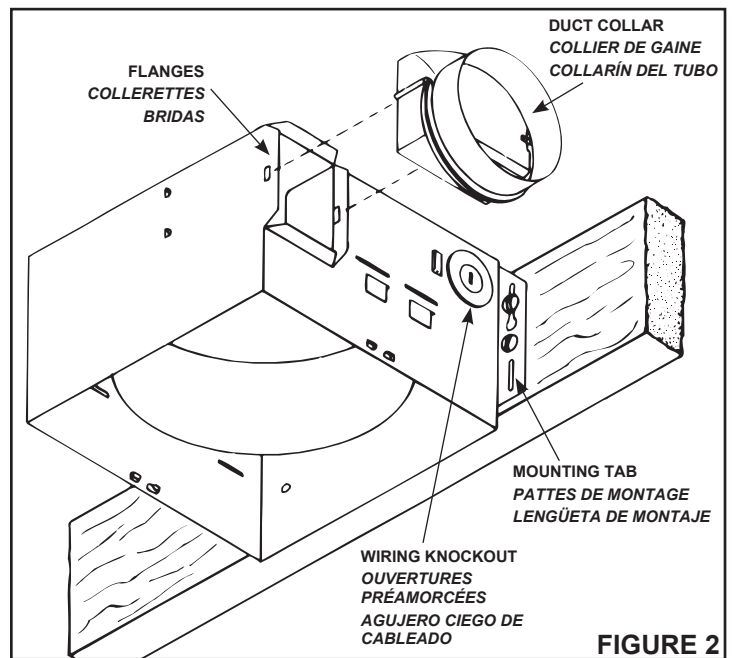

FIGURE 2
Refer to Figure 2.
1. **Refer to Figure 2.** Place duct collar over flanges at discharge opening of fan. Secure collar by snapping tabs into slots in flanges.
Voir Figure 2.
1. **Voir Figure 2.** Placer le collier de conduit sur les collerettes à l'ouverture d'évacuation du ventilateur. Fixer le collier en pressant les pattes dans les fentes des collerettes.